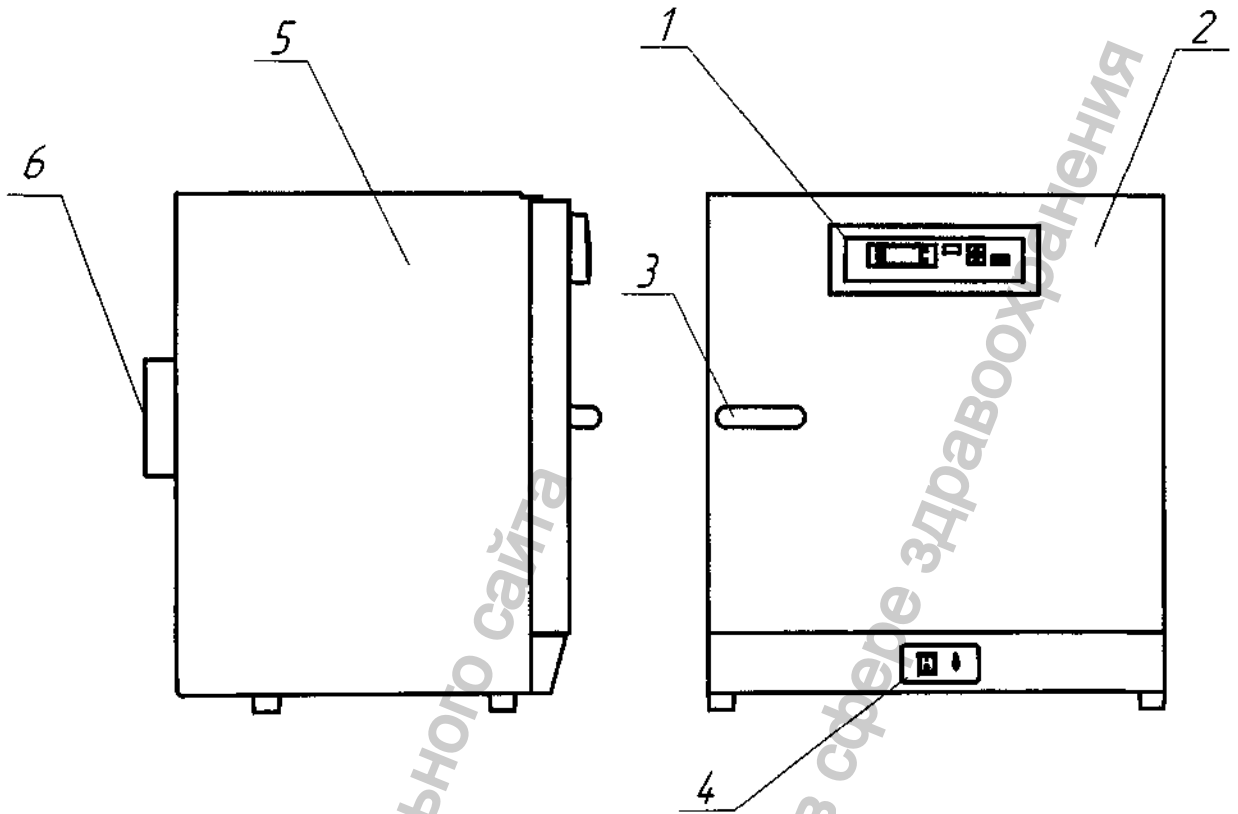

Рисунок. 1. Термостат суховоздушный ТВ-20 ПЗ-"К"
1.4.1. Внешний вид термостата приведен на рис.1.